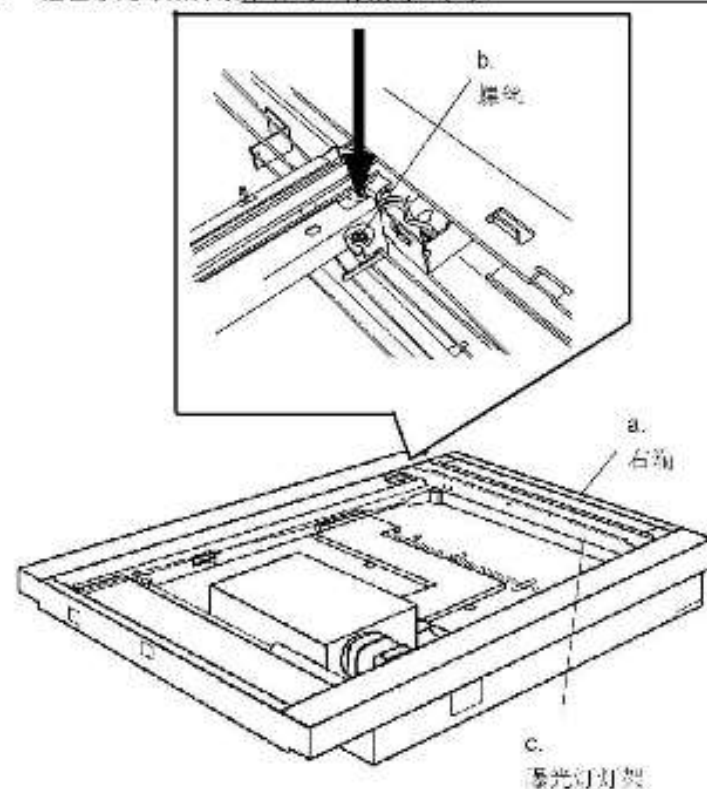

图2 调整灯架
17. 检查测试版的副本是否在 ADF 正确规格之内(图 2)。如果歪斜仍然存在，执行调整(图 3)。
1. 调整灯架(图 2)。